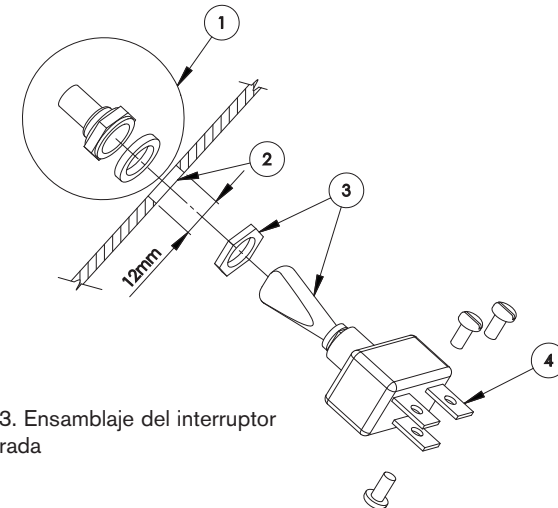

Fig. 13. Ensamblaje del interruptor de parada
2. Enrosque por completo la contratuerca sobre el interruptor. Punto 3 en la Fig. 13.